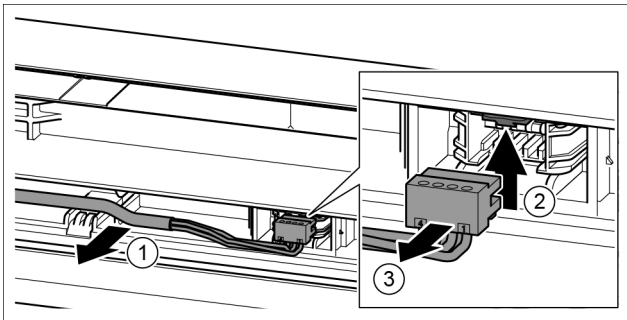

Fig. 24
- ▶ Šedý kabel opatrně uvolněte z vedení ve dveřích. Fig. 24 (1)
- ▶ Lamelu zatlačte nahoru. Fig. 24 (2)
- ▶ Opatrně vytáhněte zástrčku. Fig. 24 (3)